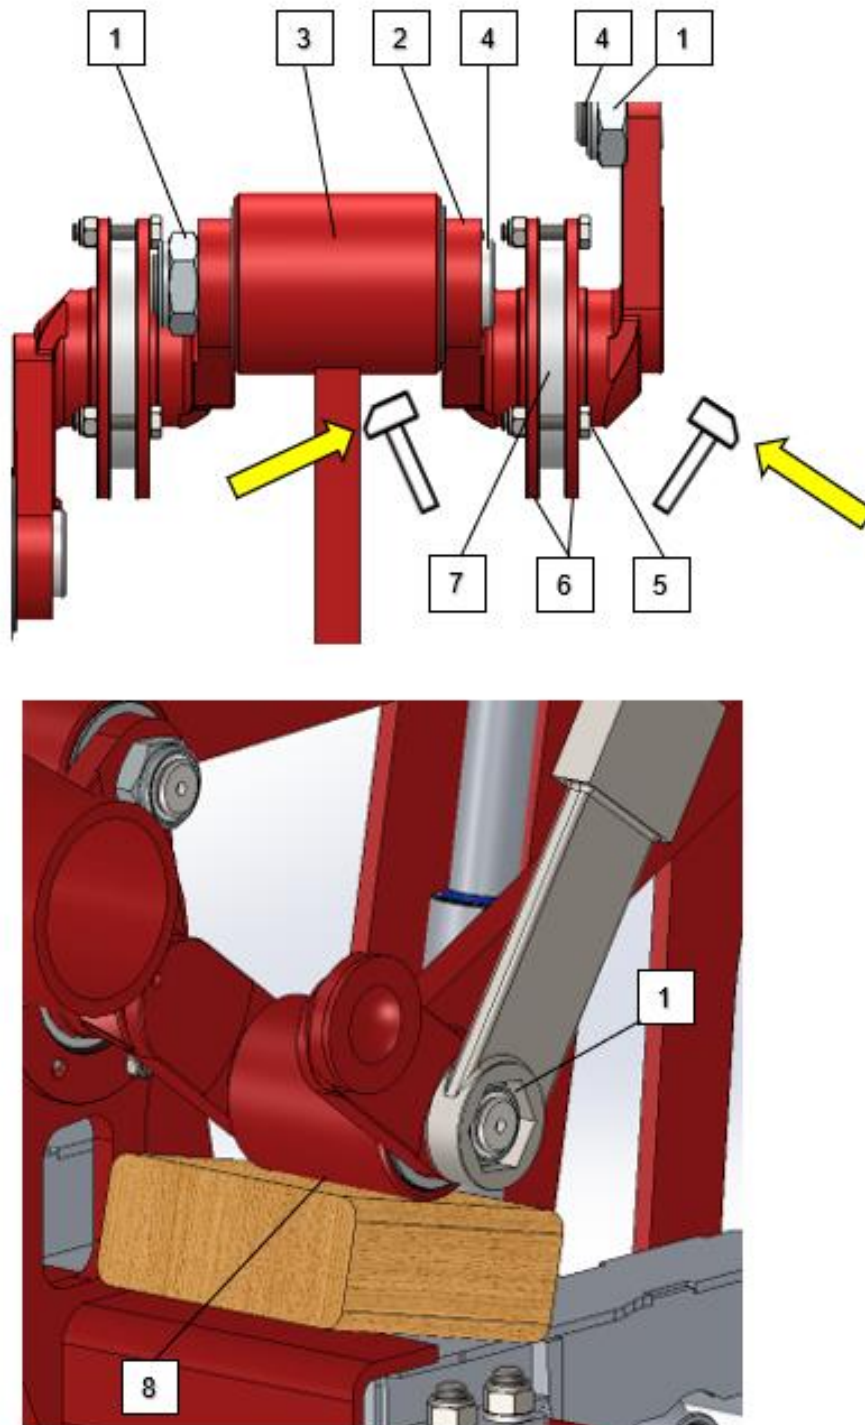

Fig. 16
A composição da cambota é demonstrada na Fig. 16. Consulte também a página dos componentes para um desenho mais detalhado.
É necessário substituir uma cambota quando está fissurada ou quando as porcas (1) da biela conectora (2) soltam-se regularmente. Quer os rolamentos da cambota, os orifícios do rolamento da cambota ou os orifícios do pino da grande extremidade da cambota estão danificados. Substitua a cambota / rolamento o mais rapidamente possível, para evitar danificar os outros componentes, da seguinte forma: (Fig. 16)
1. Retire a porca da extremidade grande (1) e o pino da extremidade grande (4).
2. Retire a biela conectora (3).
3. Retire os parafusos e as porcas (5) e os pratos das extremidades (6).
4. Remova a cambota (2).
5. Inspeccione os rolamentos e retire o rolamento (7) se necessário.
**Apoie o centro da biela conectora (8) com um bloco de madeira quando estiver a apertar a porca da extremidade grande (1) para montar corretamente.** (Consulte a Fig. 16)
1. Verifique qual a manivela (2) que funciona mais pesadamente e provoca a tensão.
2. Utilize um martelo para bater nas manivelas afetadas junto da extremidade grande (Fig. 16), exercendo tensão para aliviar a tensão.
3. Verifique a tensão de cada manivela (2) até que a tensão tenha sido aliviada de todos os elementos.